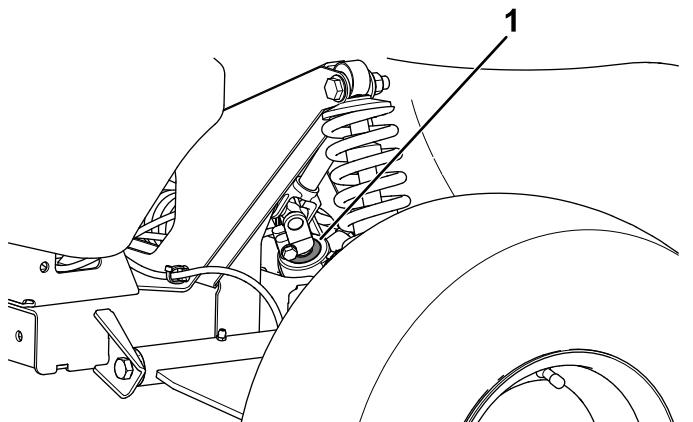

Figura 42
- Importante:** *Inspeccione la condición y la integridad del retén del eje del piñón (Figura 42).*